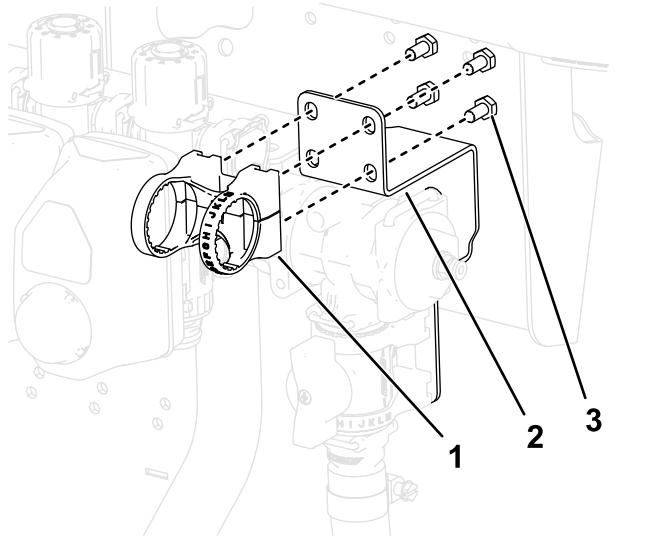

Figura 42
14. Instale el conjunto de la válvula de control en la parte superior de la escuadra de la válvula de control usando 4 tornillos (M6), como se muestra en la Figura 42.